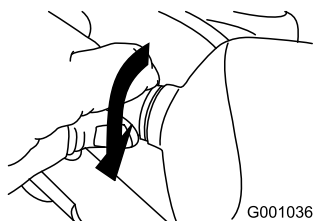

Figura 61
5. Girate in senso orario la base della lampadina, finché non è inserita perfettamente (Figura 61).